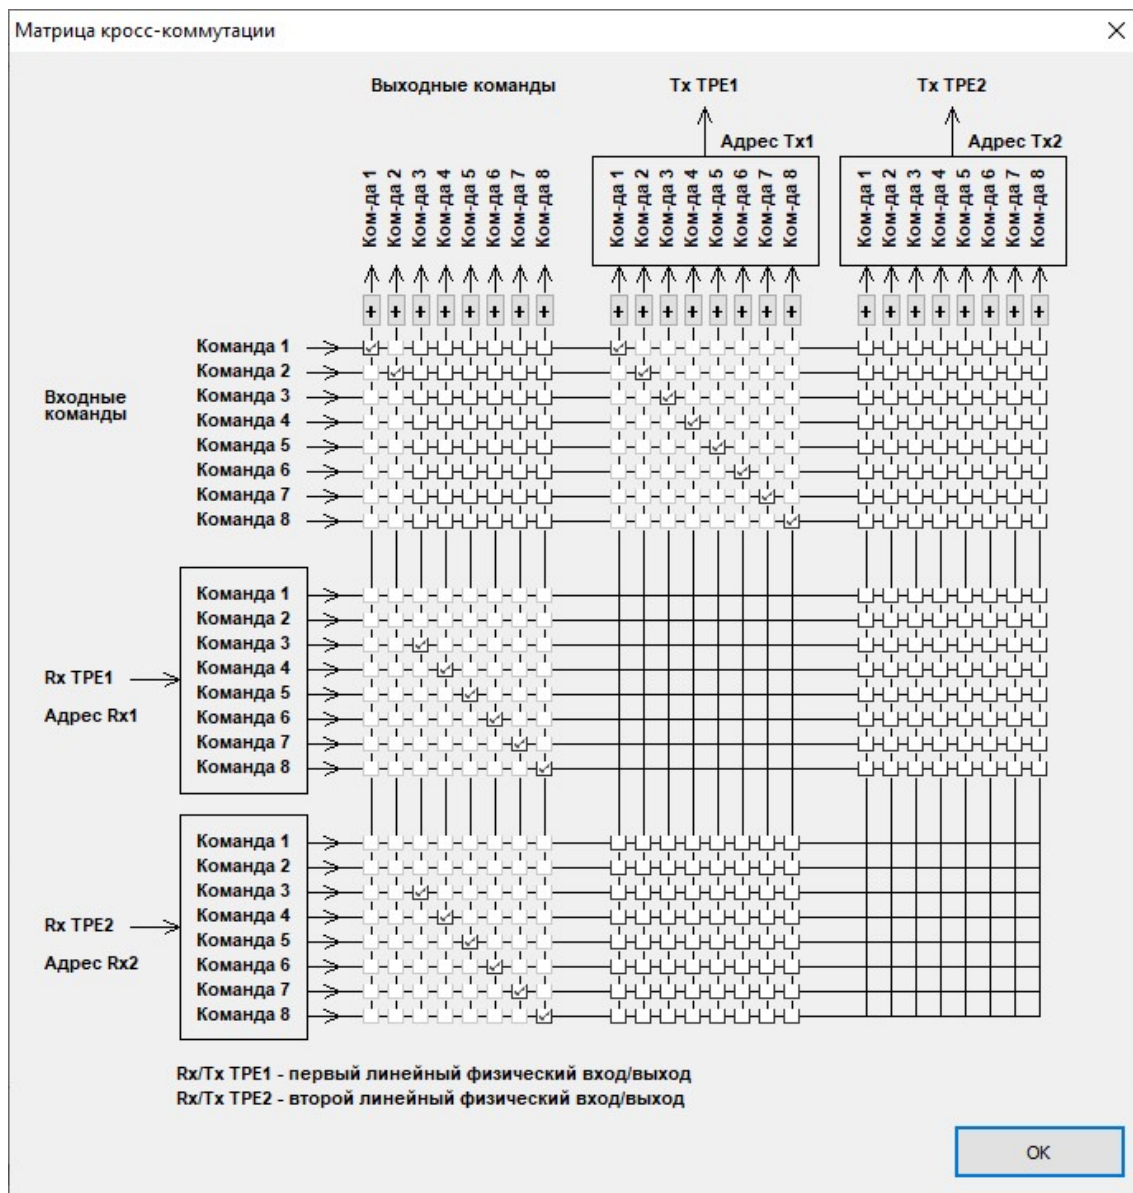

Рис. 9.68 Матрица кросс коммутации для команд с 1 по 8
3. Задать матрицу кросс коммутации для команд 1-8, 9-16, 17-24 (Рис. 9.68).